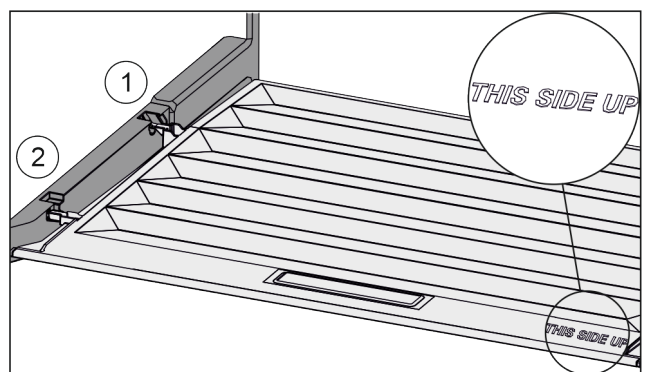

Fig. 116
- Introduire les rainures du couvercle par l'orifice du support arrière Fig. 116 (1) et les enclencher à l'avant dans le support Fig. 116 (2).